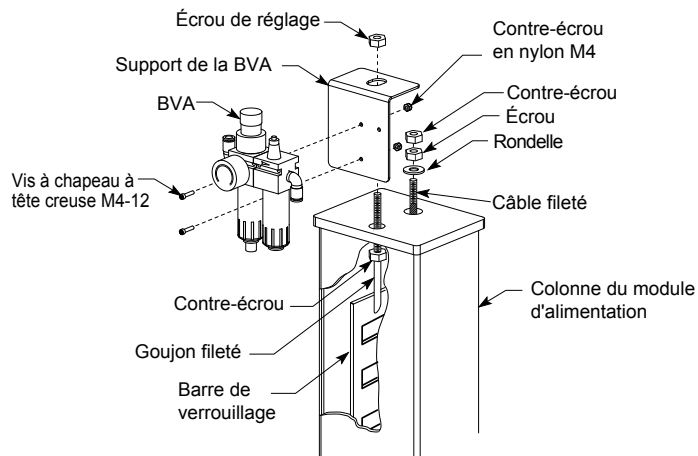

Fig. 7a
- Fileter le contre-écrou jusqu'au goujon fileté de la barre de verrouillage dans la mesure du possible. Remettre la barre de verrouillage à l'arrière de la colonne. Fileter l'écrou de réglage jusqu'au goujon fileté jusqu'à ce que l'écrou et la plaque supérieure affleurent, Fig. 7a. Faire de même pour les autres colonnes.
- C. Placer le support au-dessus de la colonne du module d'alimentation de la BVA. Faire passer le goujon fileté par le trou de la plaque supérieure et du support de la colonne, Fig. 7a.